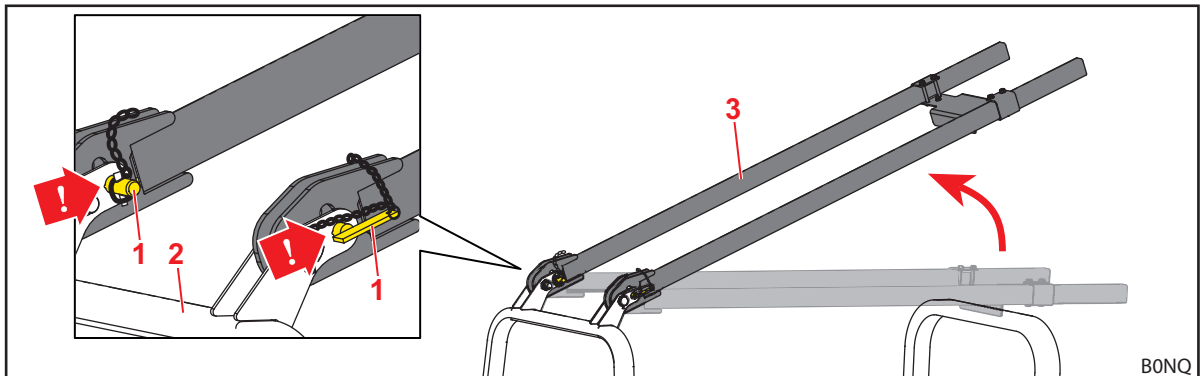

Fig. 33 Omhoog geklapte en in onderste boringen geborgde traversen
- (1) Lange traversen in de onderste boringen borgen.
- Lange traversen met borgpennen in de onderste boringen borgen (zie Fig. 33).
- (2) Onderste beugel omhoog klappen (zie beschrijving voor OPG zonder lange traversen bij het begin van het hoofdstuk).
- (3) Lange traversen omlaag klappen.